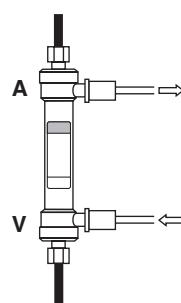

Fig.5/Abb.5/Εικ.5
7) Sluit de dialysaatslijnen aan op de dialysaatspoorten zodat het dialysaat in tegenstroom met de bloedstroom stroomt. Verwijder eventuele luchtbellen en spoel de dialysaatszijde met dialysaat dat stroomt met ongeveer 500 ml/mm. (Fig. 5) Laat het dialysaat minstens 5 minuten stromen. Vermijd ultrafiltratie tijdens deze procedure.